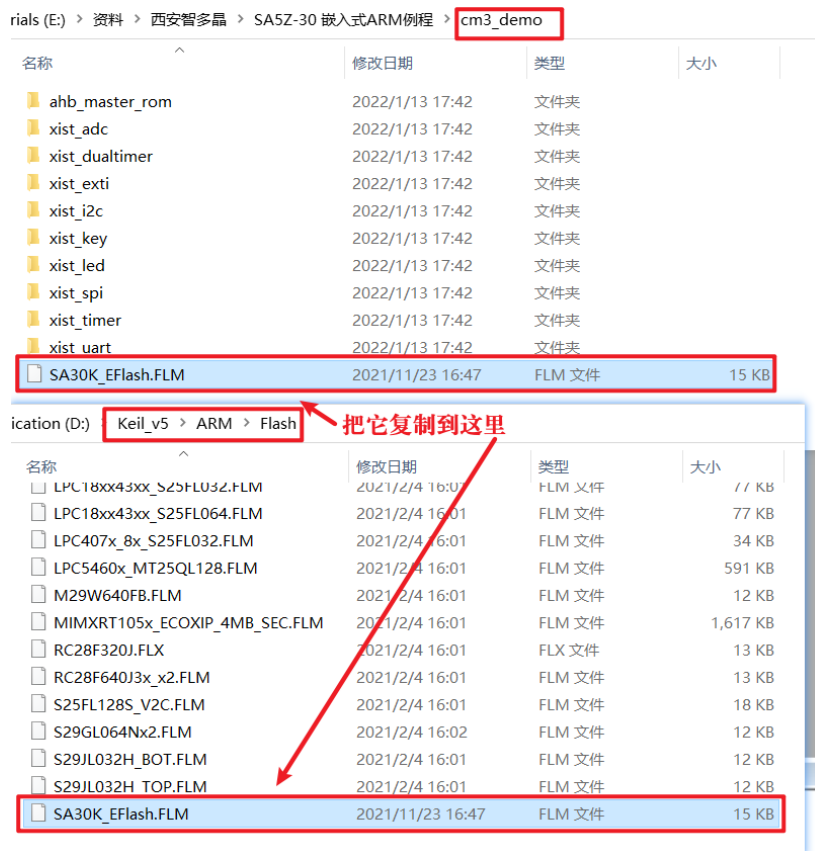

图 1.31 添加 Flash 文件
1. 添加 Flash 文件，找到调试文件将其复制到 Keil 安装目录的 Flash 文件夹下，操作步骤如下图 1.31 所示。调试文件“SA30K_EFlash.FLM”在我们提供